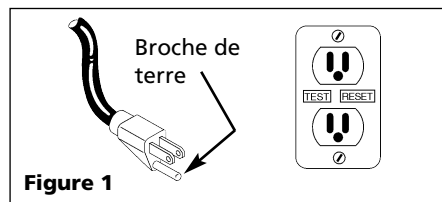

Figure 1
11. Cet équipement est conçu pour un circuit de 120 v (monophasé) et est équipé d'un cordon approuvé à trois conducteurs et une fiche de terre à trois broches tel qu'indiqué dans la Figure 1.